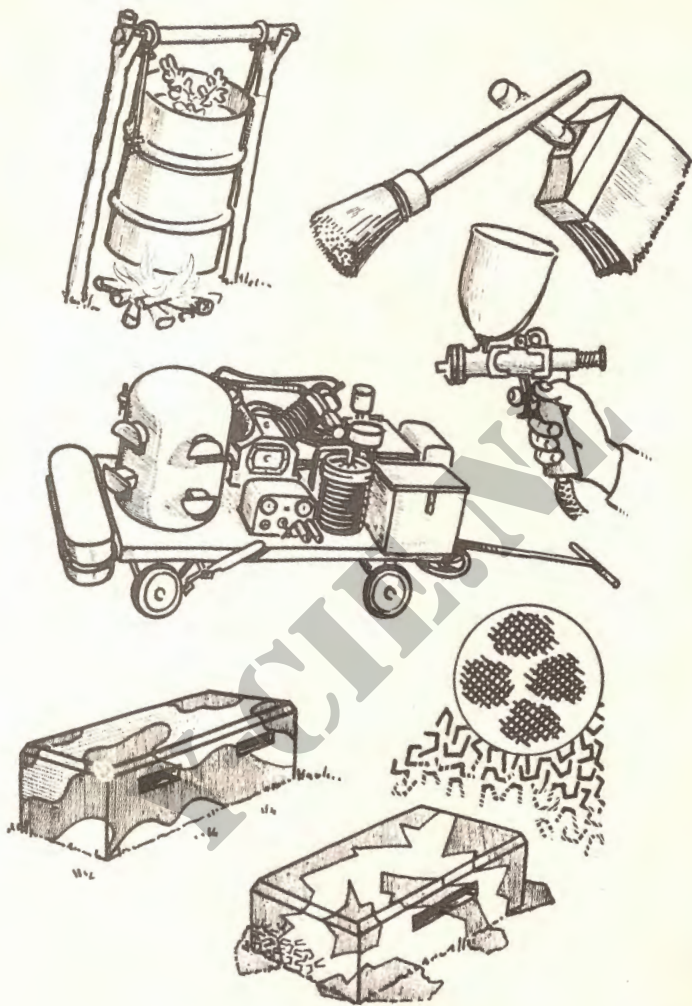

fig. 23 - bereiden van lijmstof
- (3) Te velde is vaak geen verf voorhanden; zelf te maken vervangingsmiddelen zijn:
- (4) Lijmstof kan te velde worden gemaakt door verse bladeren in water te koken en de vloeistof daarna in te koken (fig. 23). Ook keukenafval en etensresten zijn hiervoor te gebruiken.
- (5) Schilderen kan geschieden met kwasten; men kan echter verf ook verspuiten. De meest gebruikte kwasten zijn kogelkwasten (5 tot 7 cm) en bandkwasten (15 cm); ook borstels en bezems worden gebezigd voor grote vlakken (zie fig. 23).
Grote vlekken kunnen worden verlevendigd door een arcering (zie fig. 23).